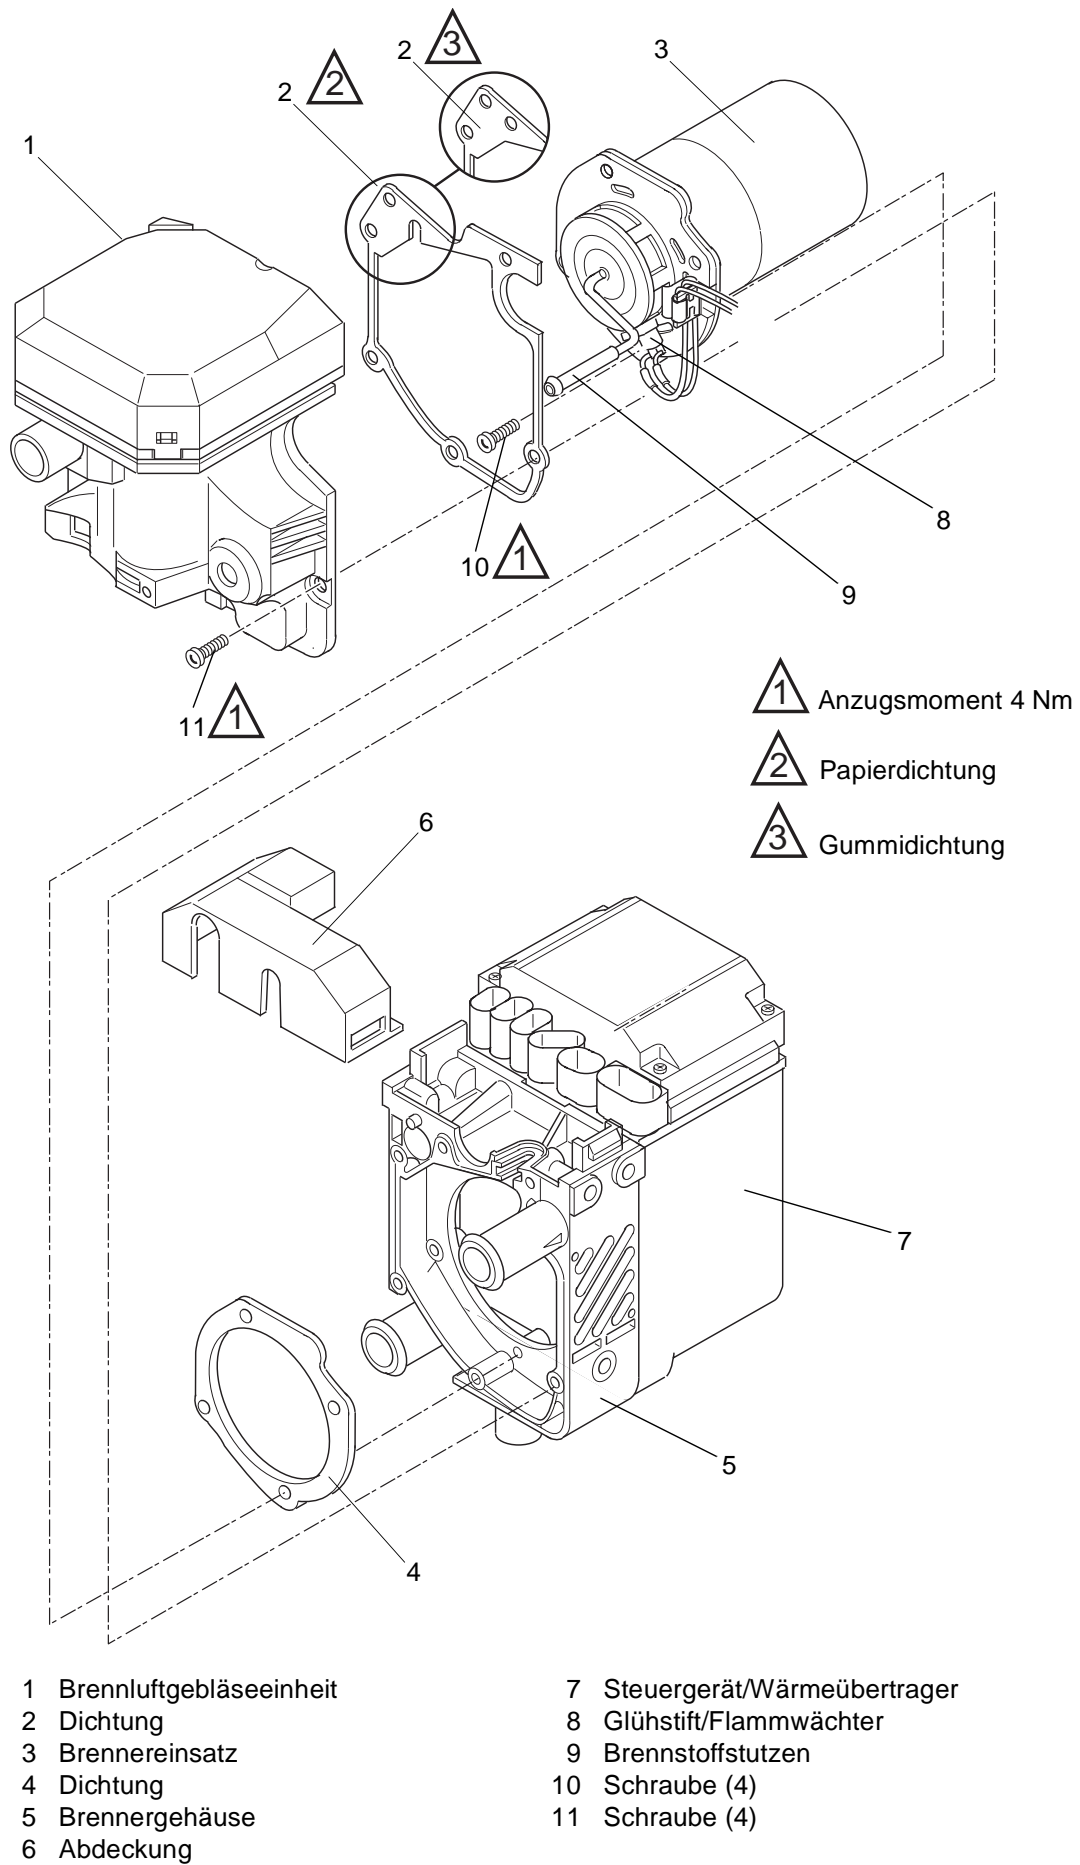

Abb. 902 Zerlegung des Heizgerätes
1. Abdeckung (6, Abb. 902) vorsichtig abhebeln.
3. Schrauben (11) entfernen.
4. Brennluftgebläseeinheit (1) vom Brennergehäuse (5) bzw. Brennstoffstutzen (9) abziehen.
5. Dichtung (2) entfernen und aussondern.
Zur Abdichtung zwischen Brennluftgebläseeinheit und Brennergehäuse sind zwei Dichtungen (2, Abb. 902) verfügbar bzw. im Ersatzteil-Kit enthalten. Eine Papierdichtung und eine Gummidichtung mit Wülsten auf einer Seite, die folgendermaßen zu verwenden sind:
2. Tülle der Kabelführung des Glühstifts/Flammwächters (8, Abb. 902) aus dem Brennergehäuse (5) herausdrücken.
3. Schrauben (10) entfernen.
4. Brennereinsatz (3) mit Glühstift/Flammwächter (8) aus dem Brennergehäuse (5) herausziehen.
5. Dichtung (4) entfernen und aussondern.
4. Brennereinsatz (3) mit Glühstift/Flammwächter (8) aus dem Brennergehäuse (5) herausziehen und entfernen.
1. Neue Dichtung (4, Abb. 902) am Brennergehäuse (5) positionieren.
2. Brennereinsatz (3) in Zusammenbaulage bringen und mit Schrauben (10) befestigen. Schrauben mit $4 \pm 0,4$ Nm anziehen.
3. Tülle der Kabelführung des Glühstifts/Flammwächters in das Brennergehäuse (5) eindrücken.